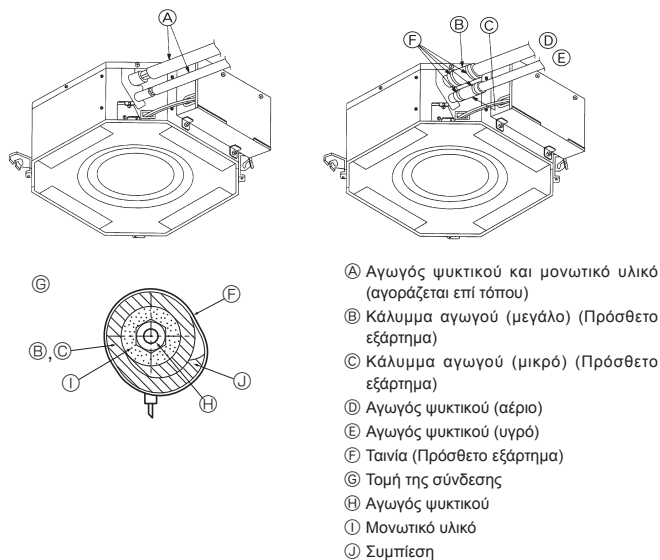

Fig. 5-8
5.4. Σύνδεση αγωγών (Fig. 5-8)